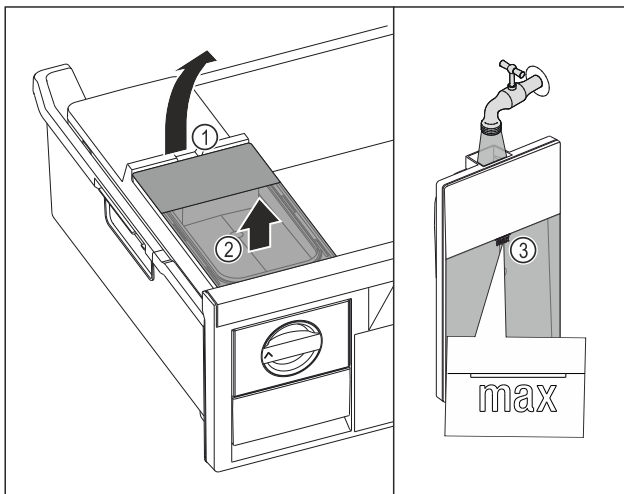

Fig. 113
- ▶ 从凹槽 Fig. 113 (1) 抬起水箱。
- ▶ 向上取出水箱。 Fig. 113 (2)
- ▶ 向水箱注入饮用水，直至标记 Fig. 113 (3)。